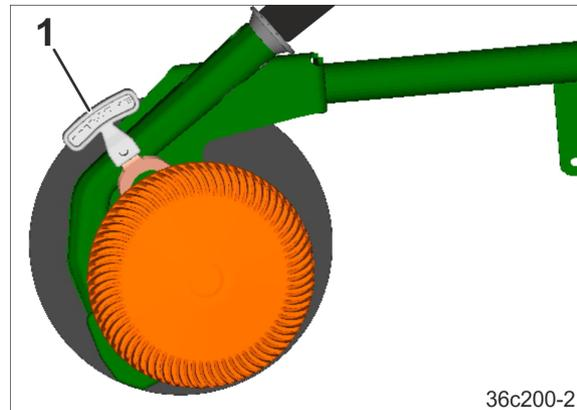

Fig. 177
2. Den Ansatz der Tiefenführungsscheibe/rolle in die erforderliche Bohrung stecken. Der Hebel (Fig. 177/1) dient zum Betätigen der Tiefenführungsscheibe/rolle.